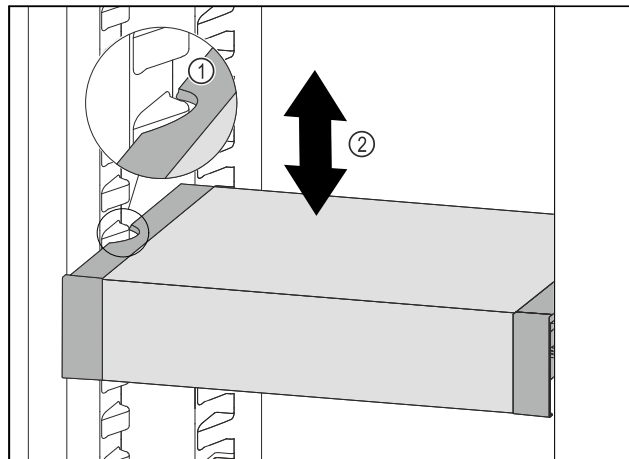

Fig. 63
- ▶ Изтеглете VarioSafe напред, докато страничните прорези на VarioSafe се намират на височината на ребро на съда в хладилната част. Fig. 63 (1)
- ▶ Преместете VarioSafe нагоре или надолу в хладилната част, докато се достигне желаната височина. Fig. 63 (2)